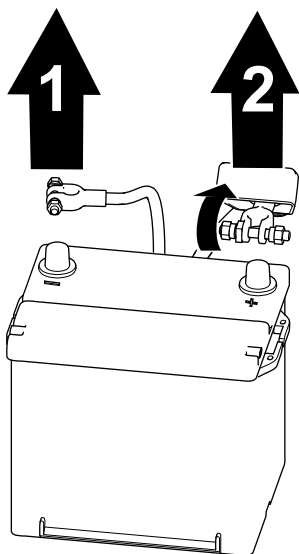

Figura 56
1. Rimuovete il cavo negativo della batteria dal polo della batteria (Figura 56).
2. Sollevate l'isolamento e rimuovete il cavo positivo della batteria dal polo della batteria (Figura 56).